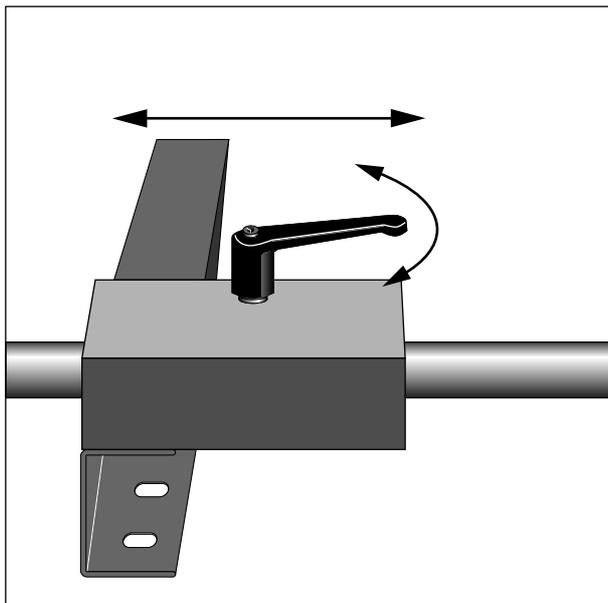

Bild 5-5. Klemmhebel für Siebauflegeschiene
- \* Öffnen Sie die Klemmen für die beiden Siebauflegeschiene (je 2 Klemmen vorn und hinten, Bild 5-5).